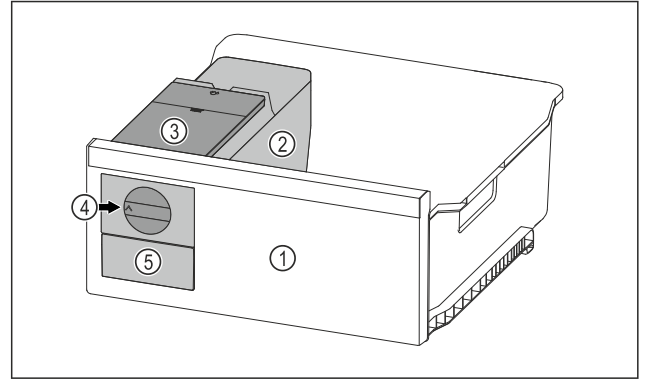

Fig. 143 Örnek gösterim
- Çevirmeli düğmeyi Fig. 143 (4) saat dönme yönünde sonuna kadar çevirin.
- Buz küpü kabındaki buz küpleri buz küpü çekmesine Fig. 143 (5) düşer.